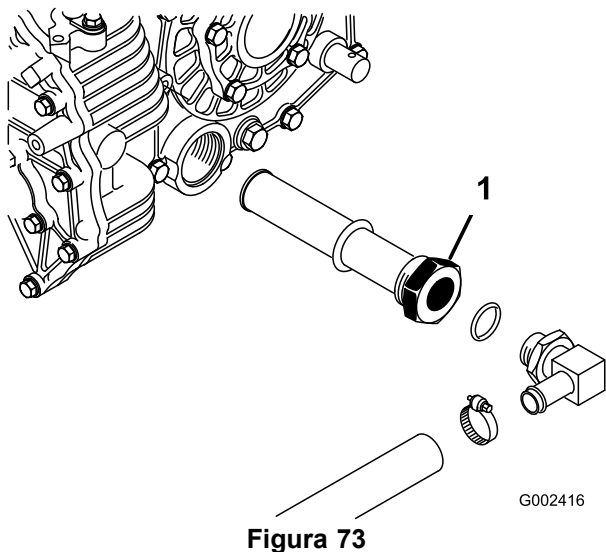

Figura 73
- Annotatevi l'orientamento del flessibile idraulico e del raccordo a 90° collegati al filtro sul fianco del serbatoio (Figura 73). Togliete il flessibile idraulico ed il connettore a 90°.